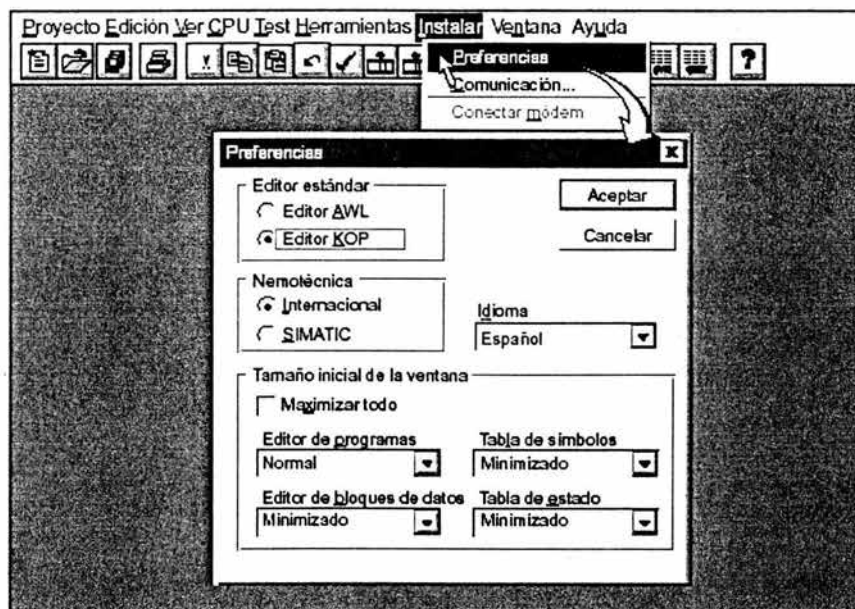

Figura 8-12 Seleccionar las preferencias de programación
1. Elija el comando de menú **Instalar ► Preferencias** como muestra la figura 8-12.